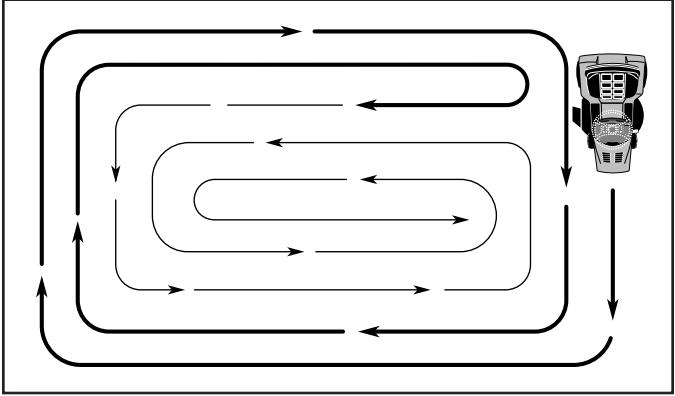

Fig. 13
- virajes a la izquierda, hasta que termine (Vea Fig 13).